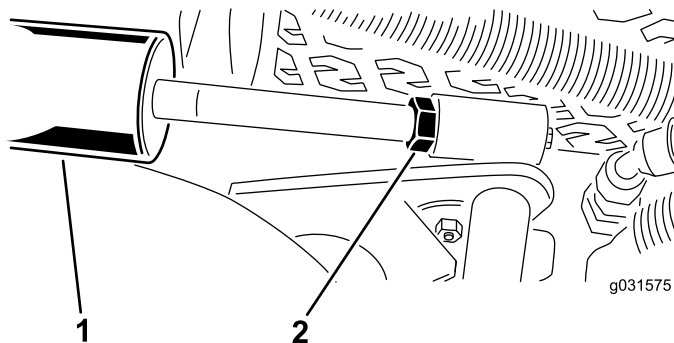

Bild 17
- A. Senken Sie die Schneideinheiten ab und drehen Sie die Klemmmutter am Zylinder heraus (Bild 17).